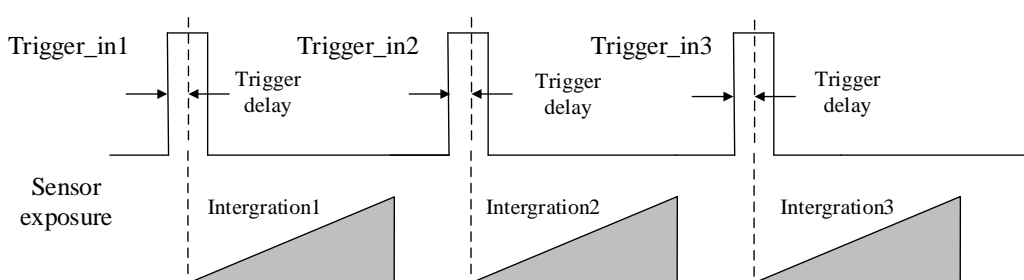

图3-17 信号延迟原理
3. 为了保证包裹的头部和尾部的条码可以正常识别，需要设置触发延迟时间。关于触发延迟的原理，如图 3-17 所示。